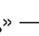

Рис. 5.1
5.1 Пульт управления (Рис. 5.1)